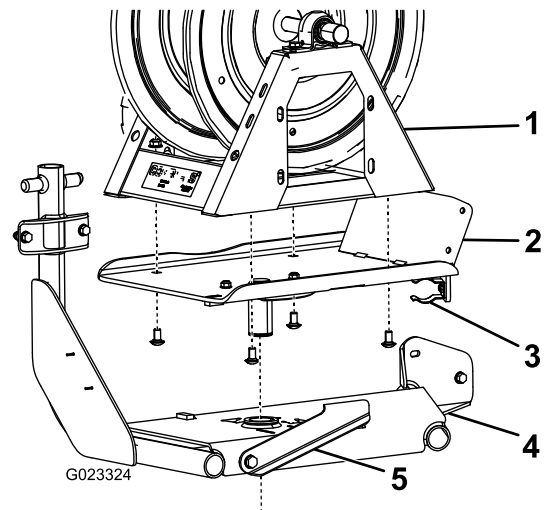

Figura 9
2. Sujete el soporte giratorio a la parte inferior del carrete de la manguera con 4 pernos de cuello cuadrado y 4 tuercas con arandela prensada (3/8") (Figura 9).
3. Introduzca el soporte giratorio en el orificio del bastidor del carrete de la manguera (Figura 9).